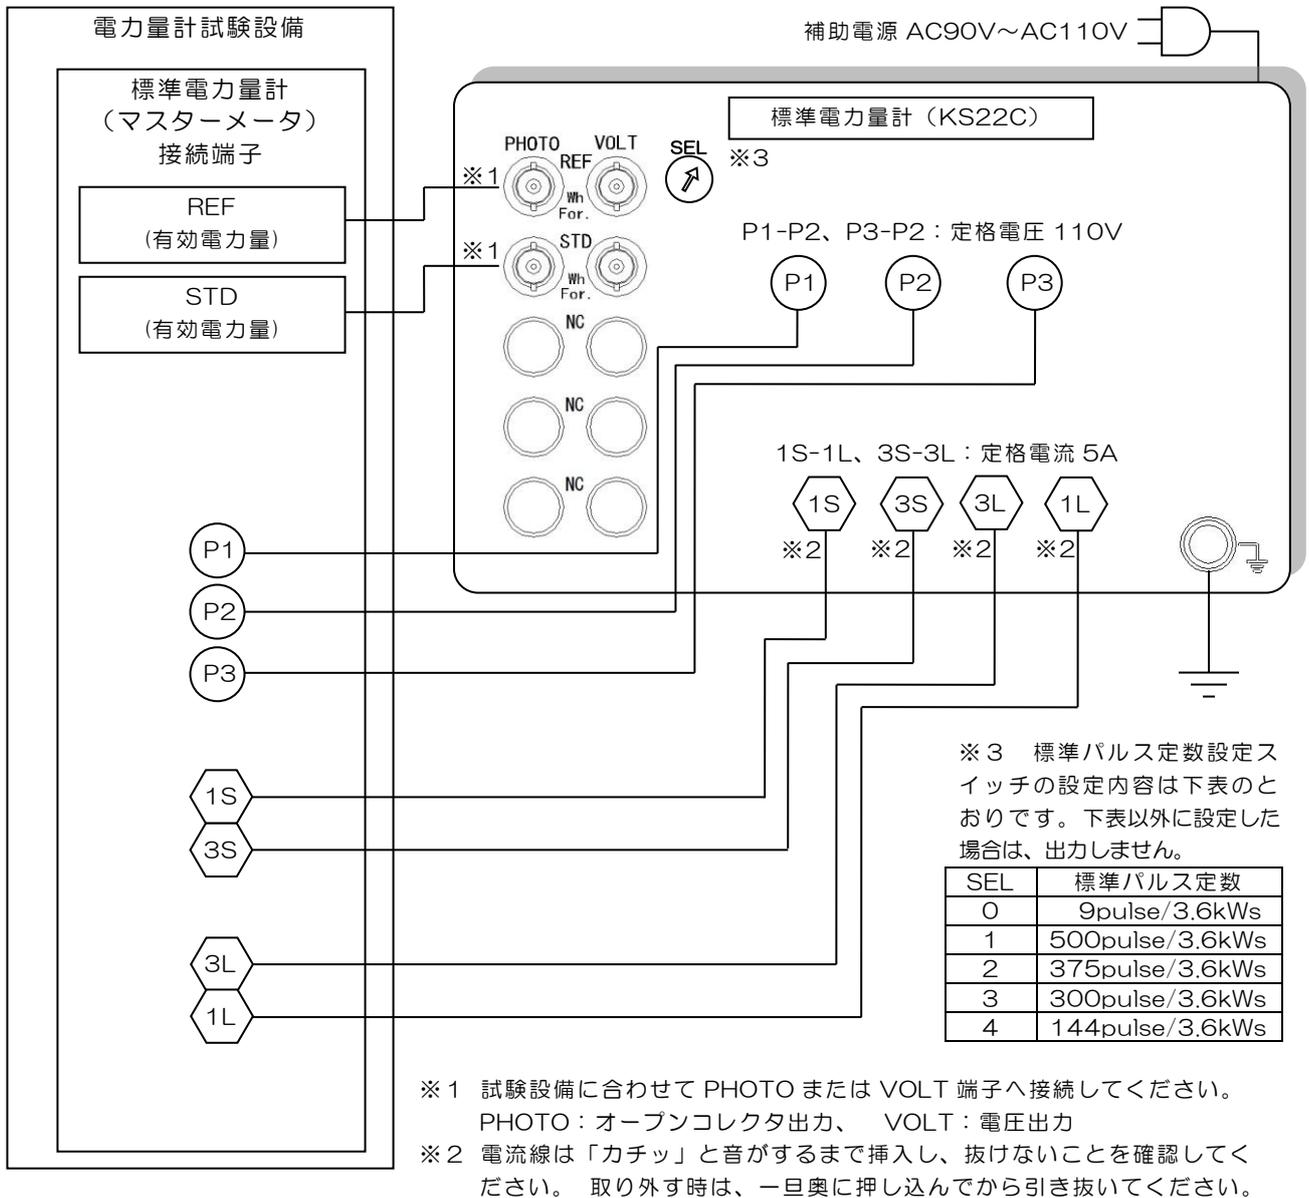

図 3. 接続説明図
|  強制 | ■電力量計試験装置専用に使用し、電圧端子（P1、P2、P3）、電流端子（1S、1L、3S、3L）、パルス出力端子（REF、STD）は、定格・接続方法*を確認のうえ正しく、確実に接続すること。過電圧や過電流を印加しないこと 誤使用や誤接続、過電圧や過電流の印加は、火災・けが・故障の原因となります。通電前に必ず配線を確認してください。 *6 ページの図 3 を参照 |
- (1)電力量計試験設備の電源(測定回路の電圧、電流)が OFF であることを確認してください。
- (2)図 3 に示す接続例を参考に、正しく確実に接続してください。